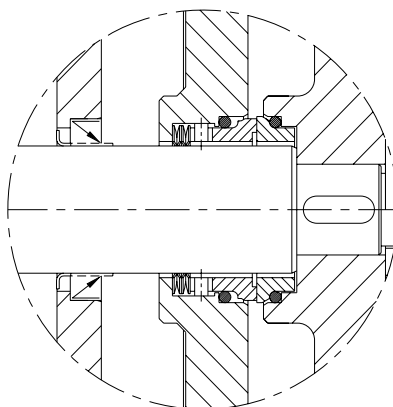

Fig. 7.2
Collocare l'anello di tenuta dei bordi (88A) nel bocchettone di raffreddamento (10) prestando attenzione a situare il bordo nella posizione corretta vedi fig. 7.2